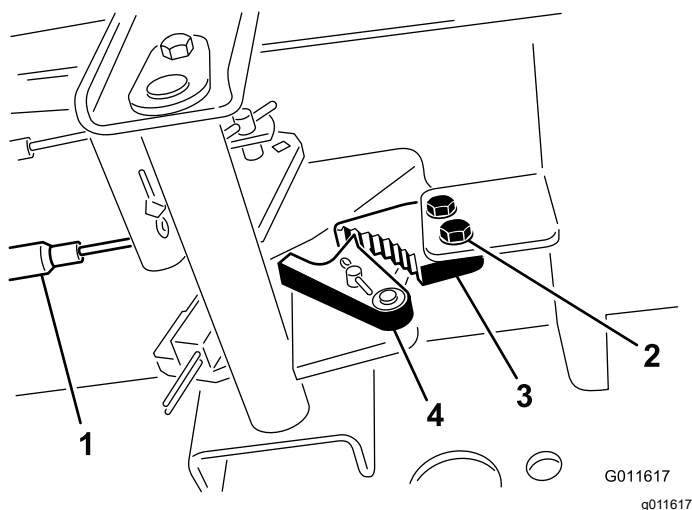

Figura 46
- Afloje los 2 tornillos que fijan el trinquete del freno de estacionamiento al bastidor (Figura 46).
2. Pise el pedal del freno de estacionamiento hacia adelante hasta que la uña se engancha a fondo en el trinquete del freno (Figura 46).